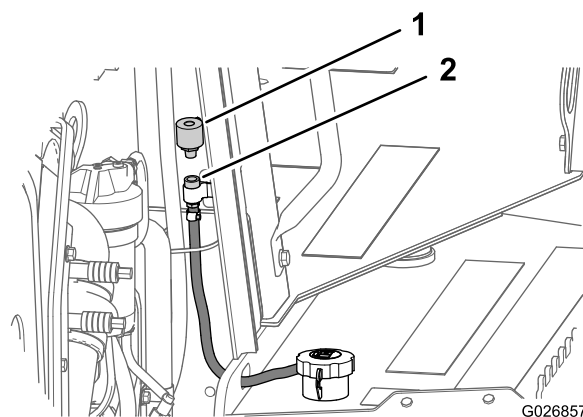

Figura 78
- Sul lato anteriore del pannello del vano motore, rimuovete lo sfiatatoio dal giunto del tubo ruotando lo sfiatatoio in senso antiorario (Figura 78).
- Montate un nuovo sfiatatoio nel giunto del tubo serrandolo a mano (Figura 78).